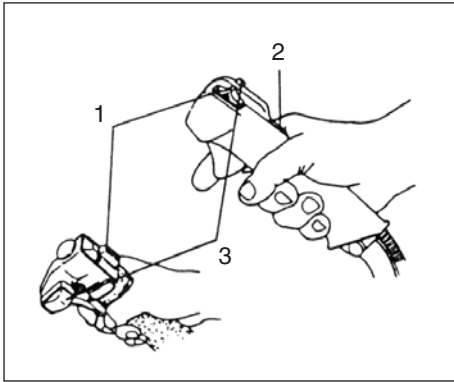

Fig.2-2
Anlassen (Fig. 2-2, 2B)
(Fig. 2-2, 2B)
2. Bei gedrücktem Sicherheitshebel (2) den Gashebel anziehen und dann den Sperrknopf (3) (Falls vorhanden) drücken. Danach langsam zuerst den Gashebel, dann den Sicherheitshebel loslassen. Dadurch wird die Drosselklappe in Startposition eingestellt. (Halbgas)(Fig. 2-2, 2B)